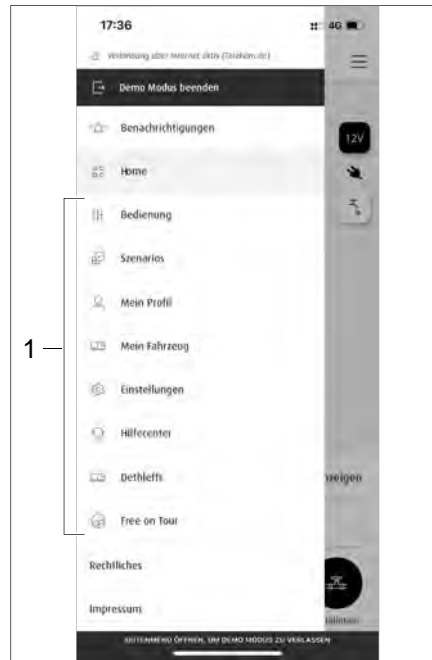
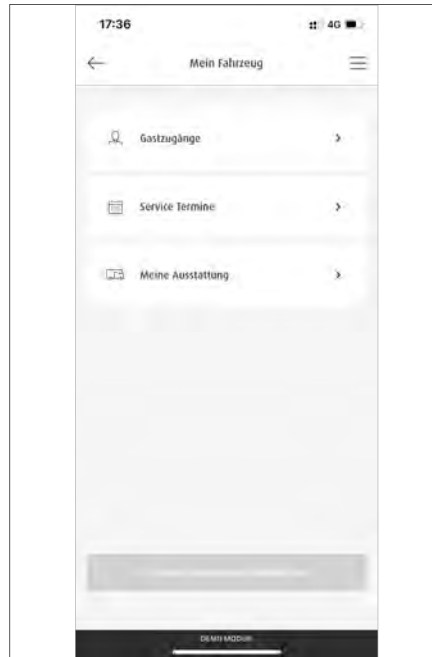

Bild 278 Untermenüs
Bild 283 Untermenü Mein Fahrzeug
Es werden die Untermenüs (Bild 278,1) angezeigt.
- Im Menü-Bereich auf *Szenarios* (Bild 278,1) tippen.
- In den Untermenüs (Bild 278,1) das Menü *Bedienung* wählen.
- In den Untermenüs (Bild 278,1) das Menü *Mein Fahrzeug* wählen. Im Untermenü *Mein Fahrzeug* (Bild 283) können Gastzugänge eingerichtet werden, Service Termine geplant und die Ausstattung des Fahrzeugs eingegeben werden.